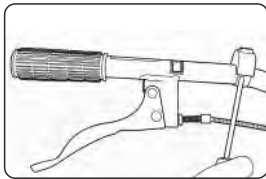
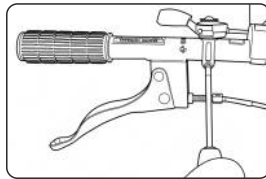

Рис. 11
Рис. 12
- На правую рукоятку руля установите кнопку остановки двигателя (рис. 11) и рычаг управления дроссельной заслонкой (рычаг газа) (рис. 12).